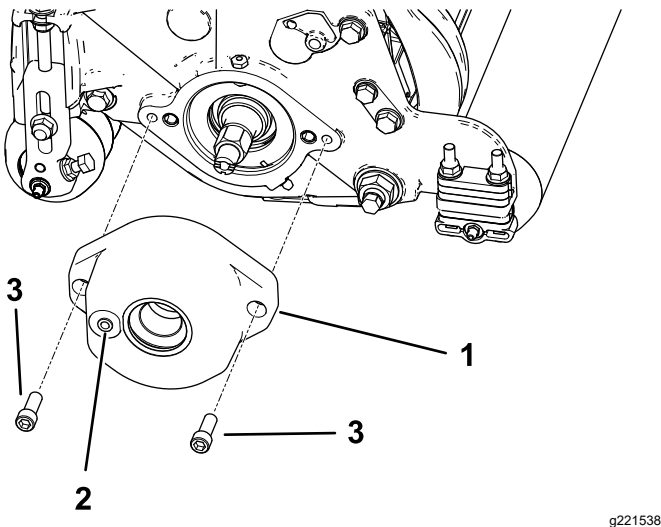

Рисунок 4
2. Только для модели 03408: установите корпус щетки катка на корпус подшипника барабана с помощью двух болтов с шестигранными головками ($\frac{3}{8}$ x 1 дюйм); см. Рисунок 4.